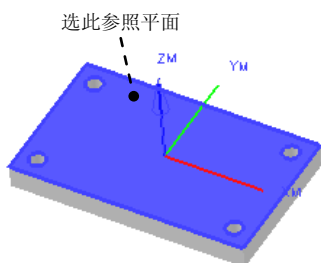
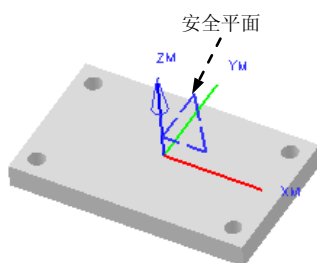

图 6.6.8 选取参照平面
图 6.6.9 创建安全平面
Step3. 单击“安全平面”对话框中的  按钮，系统弹出“平面构造器”对话框，在  文本框中输入值 10.0，然后选取图 6.6.8 所示的平面为参照平面，单击  按钮，系统返回“安全平面”对话框，并创建一个安全平面，单击“安全平面”对话框中的  按钮可以查看创建的安全平面（图 6.6.9）。